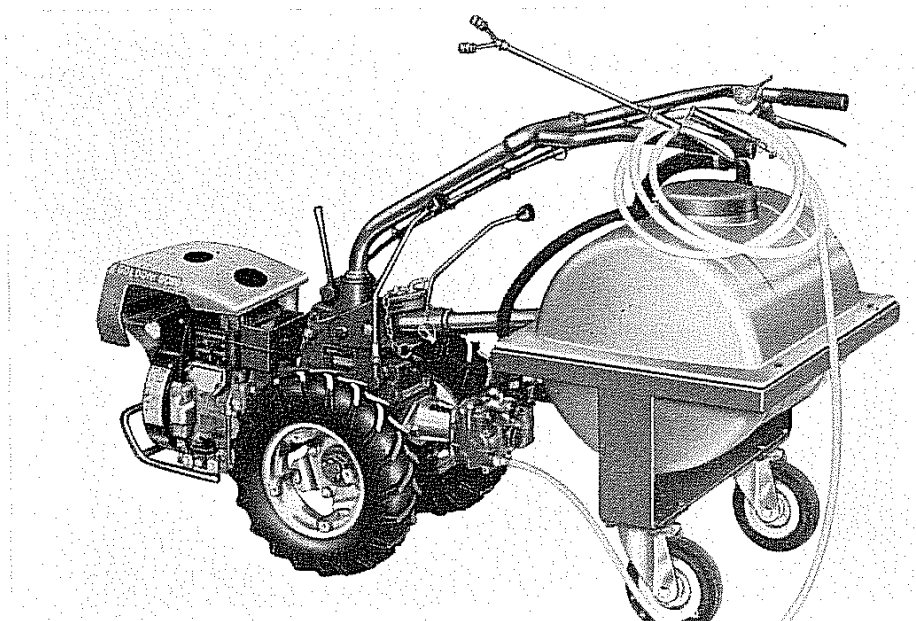

Fig. 22 - Gruppo irrorante con lancia a leva
- Lancia a leva a bassa pressione con biforca completa di m. 10 tubo in plastica come in fig. 22 (per pompa AR15) oppure lancia a leva con m. 10 di tubo in gomma (per pompa AR30).